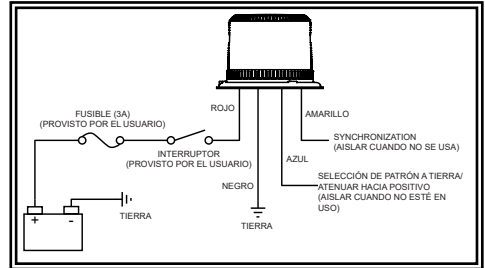

Figura 3
4. Conecte los cables de alimentación como se indica en la sección de cableado (vea la Figura 3).
La configuración del cableado se muestra en la figura 3 a continuación. Todo el cableado debe ser como mínimo 18 AWG. Se puede utilizar un interruptor para controlar la función de encendido-apagado. El cable negro (negativo) se conecta con la descarga a tierra de la batería.